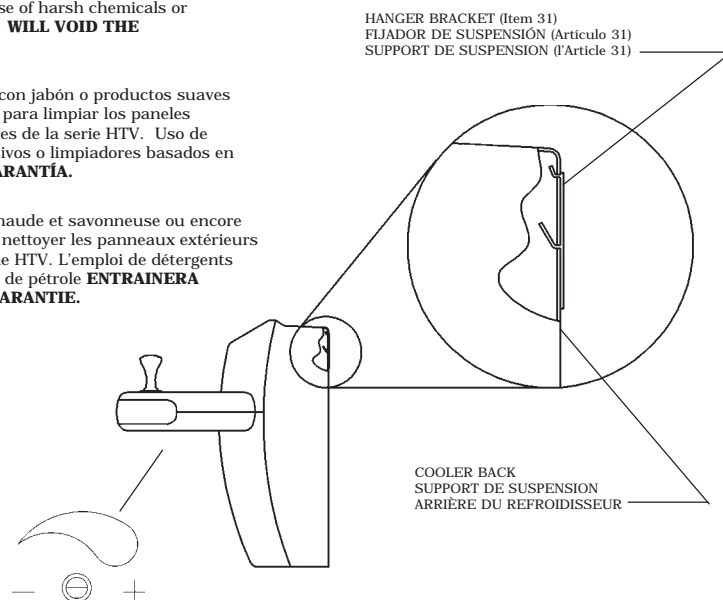

Fig. 3
- 1) Remove hanger bracket fastened to back of each cooler by removing one (1) screw.
- 2) Mount the hanger brackets as shown in Fig. 2 & Fig 3.
- NOTE:** Hanger Bracket MUST be supported securely. Add fixture support carrier if wall will not provide adequate support. Anchor hanger securely to wall using all six (6) 1/4 in. dia. mounting holes.
- 3) Hang the cooler on the hanger bracket. Be certain the hanger bracket is engaged properly in the slots on the cooler back as shown in Figure 3.
- 8) Stream height is factory set at 35 PSI. If supply pressure varies greatly from this, adjust screw located under dispenser bottom (Item 36). See Fig. 3. CW adjustment will raise stream and CCW adjustment will lower stream. For best adjustment, stream should be 1 1/2" above bubbler hood. (See Fig. 9)
- 1) Quita gancho paréntesis abrochó para apoyar de más fresco quitando uno (1) tornillo.
- 2) Monta el paréntesis de gancho como mostrado en la Fig 2. & Fig 3.
- 8) La altura de la corriente es el conjunto de la fábrica en 35 PSI. Si la presión del suministro varía magníficamente de esto, ajusta el tornillo localizado bajo el fondo de dispenser (Artículo 36). Vea Fig. 3. El ajuste de CW levantará la corriente y el ajuste de CCW bajará la corriente. Para mejor ajuste, la corriente debe ser 1 1/2" encima de capucha de bubbler. (Vea Fig. 9)
- 1) Enlève le crochet de cintre a attaché pour soutenir de plus frais en enlevant celui (1) la vis.
- 2) Monter le crochet de cintre selon la Figure 3.
- 3) Accrochez le refroidisseur au support de suspension. Vérifiez que le support de suspension est correctement inséré dans les fentes situées au dos du refroidisseur comme indiqué sur la Figure 3.
- 8) La hauteur de ruisseau est la série d'usine à 35 PSI. Si la pression de provision varie fort de ceci, ajuster la vis localisée sous le fond de distributeur (l'Article 36). Voir la fig. 3. L'ajustement de CW élèvera l'ajustement de ruisseau et CCW abaissera le ruisseau. Pour le meilleur ajustement, le ruisseau devrait être 1 1/2" au dessus du capuchon de bubbler. (Voir la fig. 9)